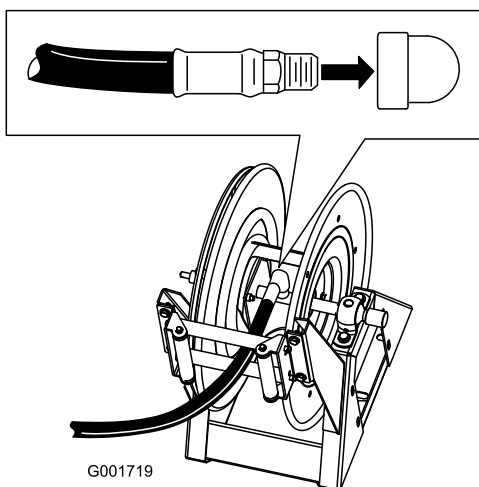

图17
- 在长软管的接头螺纹周围缠绕聚四氟乙烯生料带，然后将接头安装到软管卷上的连接管内（图17）。